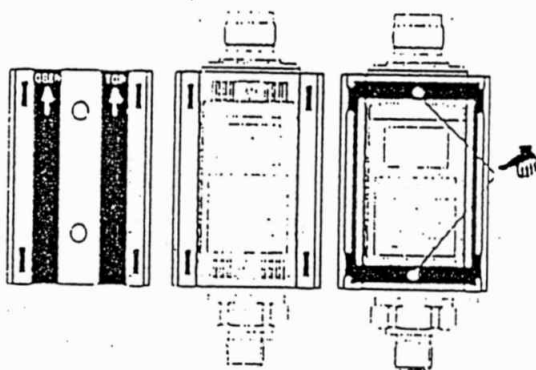

Figura 1
- Montare la piastra di fondo: la parte che deve essere montata verso l'alto è contrassegnata dalle scritte "OBEN", "TOP" (alto) e da due frecce (figura 1).